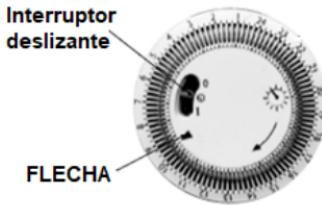

Figura 6
(Ver Figura 6)
5. Encienda el aparato con los interruptores de potencia situados en el panel lateral. Se iluminarán la luz de los interruptores cuando estén encendidos (Ver Figura 6)